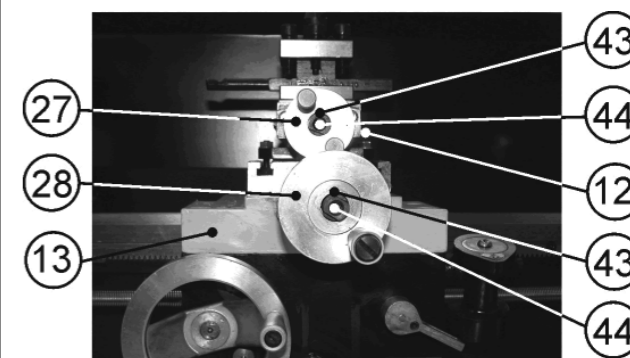

Рис. 8
9.4.2. Регулировка перемещения ходового винта поперечного суппорта (13), Рис. 8, выполняется также, как регулировка перемещения ходового винта поворотного суппорта (12) (См. п. 9.4.1.).